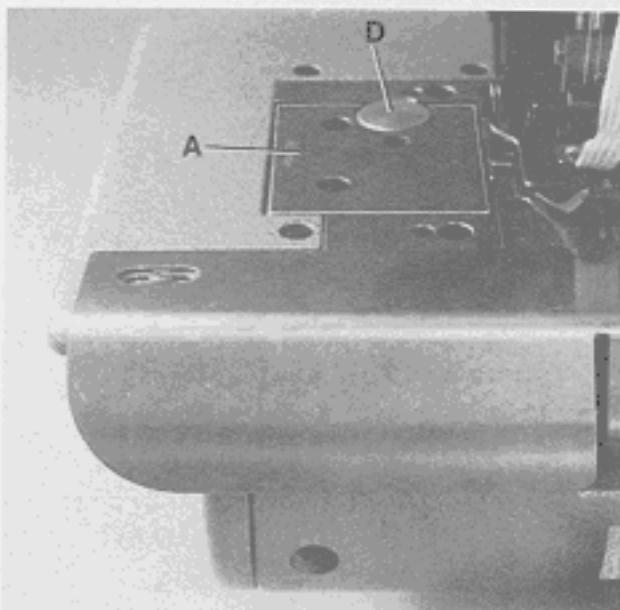
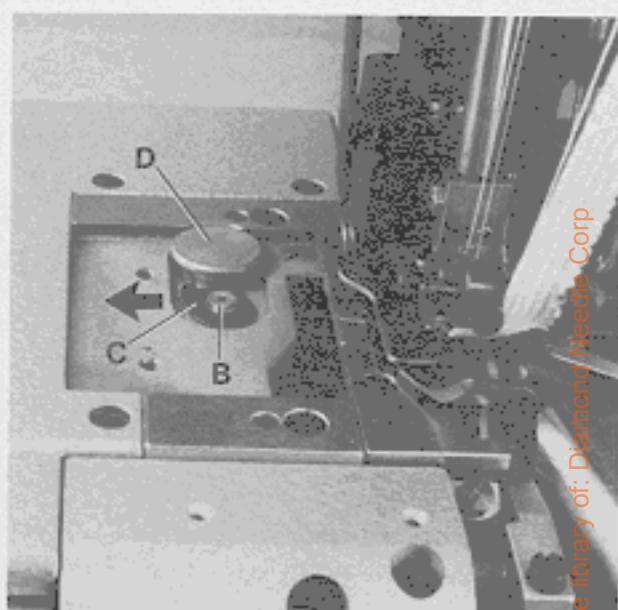
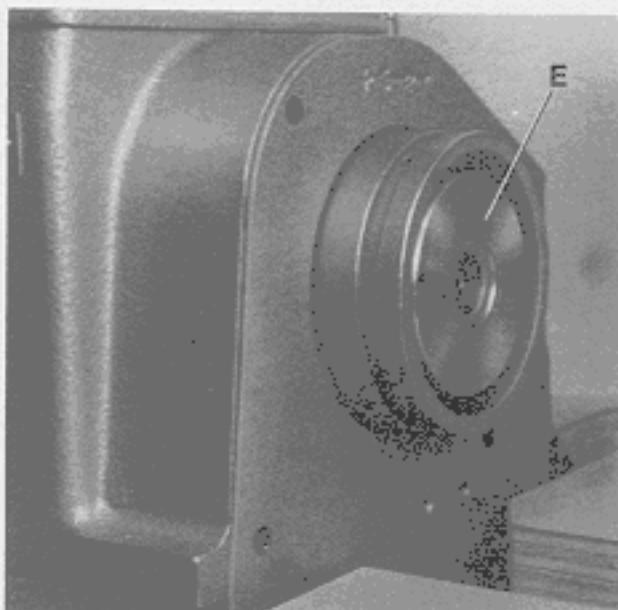

Fig.33
Fig.34
Fig.35
Before the machine leaves the factory, the stitch length change mechanism is locked. After removing cover (A, Fig. 33) and loosening screw (B, Fig. 34) lever (C) can be swung in the direction of the arrow to the left to unlock the stitch length change mechanism. The required hexagon socket wrench is a component of the machine accessories.
The stitch length is changed by slightly pressing push button (D, Fig. 33 and 34) and simultaneously rotating pulley (E, Fig. 35). Within one revolution of the pulley push button (D, Fig. 33) engages and the stitch length change starts. Rotating pulley clockwise shortens the stitch, rotating it counter-clockwise increases the stitch.
Vor dem Versand der Maschine wird die Stichlängenverstellung blockiert. Entfernt man den Deckel (A, Fig. 33) und löst die Schraube (B, Fig. 34), kann der Hebel (C) in Pfeilrichtung nach links geschwenkt werden und die Arretierung der Stichlängenverstellung ist aufgehoben. Der benötigte Sechskantschraubendreher ist im Zubehör der Maschine enthalten.
Die Stichlänge wird durch leichtes Drücken auf den Knopf (D, Fig. 33 und 34) und gleichzeitiges Drehen des Handrades (E, Fig. 35) eingestellt. Nach spätestens einer Umdrehung des Handrades rastet der Knopf (D, Fig. 33) ein und die Stichverstellung beginnt. Drehen des Handrades im Uhrzeigersinn verkleinert den Stich, drehen im Gegenuhzeigersinn vergrößert ihn.